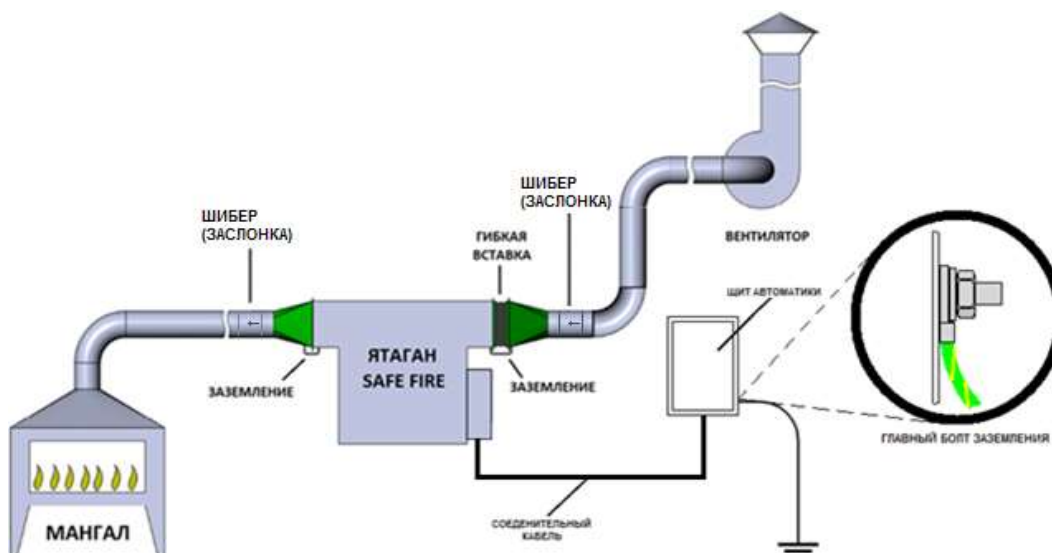

Рис. 4. Схема подключения Гидрофилтра «Ятаган «Safe Fire» к воздуховодам и заземлению.
- 1.4. Открыть шиберы (заслонки) на воздуховодах (Рис. 4).
- 2.2. Закрыть шиберы (заслонки) воздухопроводов (Рис. 4).